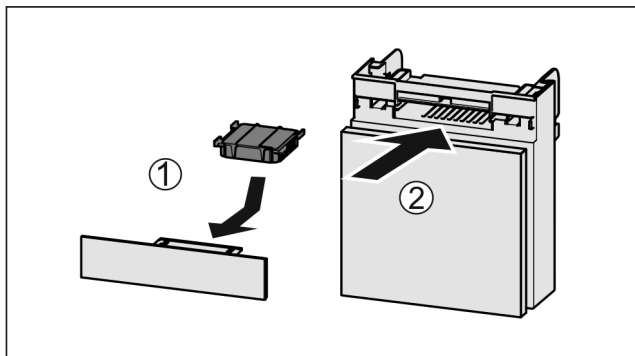

Fig. 87
- ▶ Filtr s aktivním uhlím vložte podle vyobrazení Fig. 87 (1).
- ▶ Zásuvku zasuněte Fig. 87 (2).